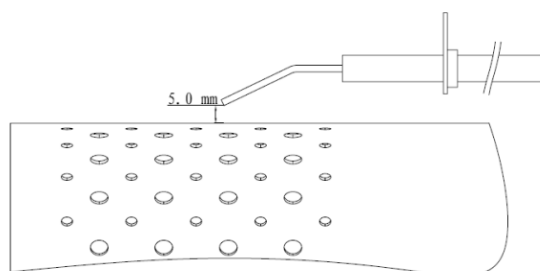

Figure 5
4.5.2. Vérifiez la position de l'électrode d'allumage (voir Figure 5).